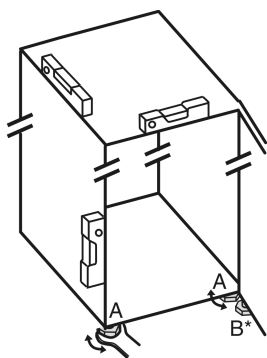

Fig. 68
- Odvrnite podesive nožice Fig. 68 (A) priloženim viličastim ključem i libelom prema van dok uređaj ne stoji čvrsto i ravno.
- Odvijte podesivu nožicu Fig. 68 (B) na podlošku ležaja priloženim viličastim ključem dok se ne podupre o pod.
- Nastavite okretati podesivu nožicu Fig. 68 (B) za 90°.